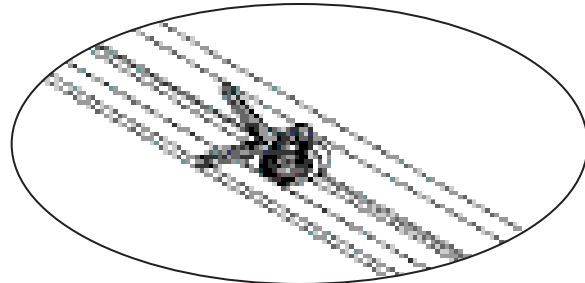

Figura 11
- 2** Usando las pinzas ajustables, encastre el soporte angular en la ranura de la conexión de desagüe. La superficie superior del soporte angular debe coincidir con la superficie superior de las pirámides de drenaje. (Figura 11)